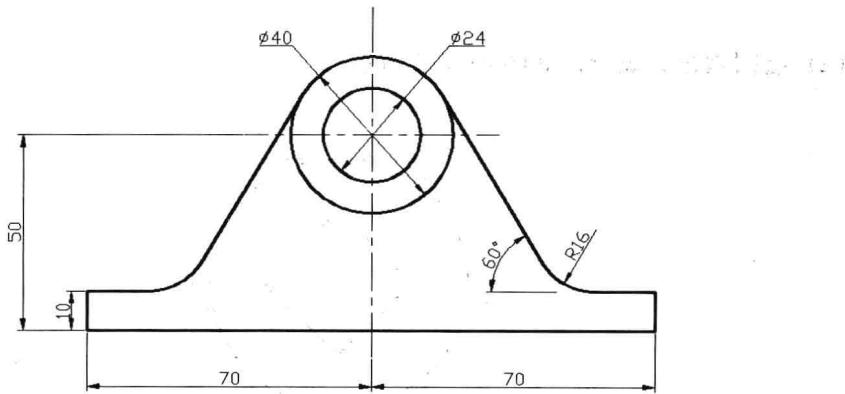

图 4-6-6
(6) 在“修改”面板中单击“镜像”按钮 $\Delta\Delta$ 。选择要镜像的直线和圆角线，按Enter键，捕捉并单击圆心和下面的直线端点，按Enter键，创建左右对称图形，如图4-6-6所示。